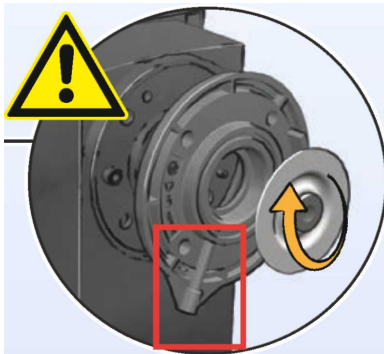

Abb. 29: Flansch und Dosiermembrane montieren
- ➔ Den Flansch wieder korrekt aufsetzen (siehe Abb. 29) und neue Dosiermembrane anschrauben (⌚). Auf korrekten Sitz des O-Ringes achten!